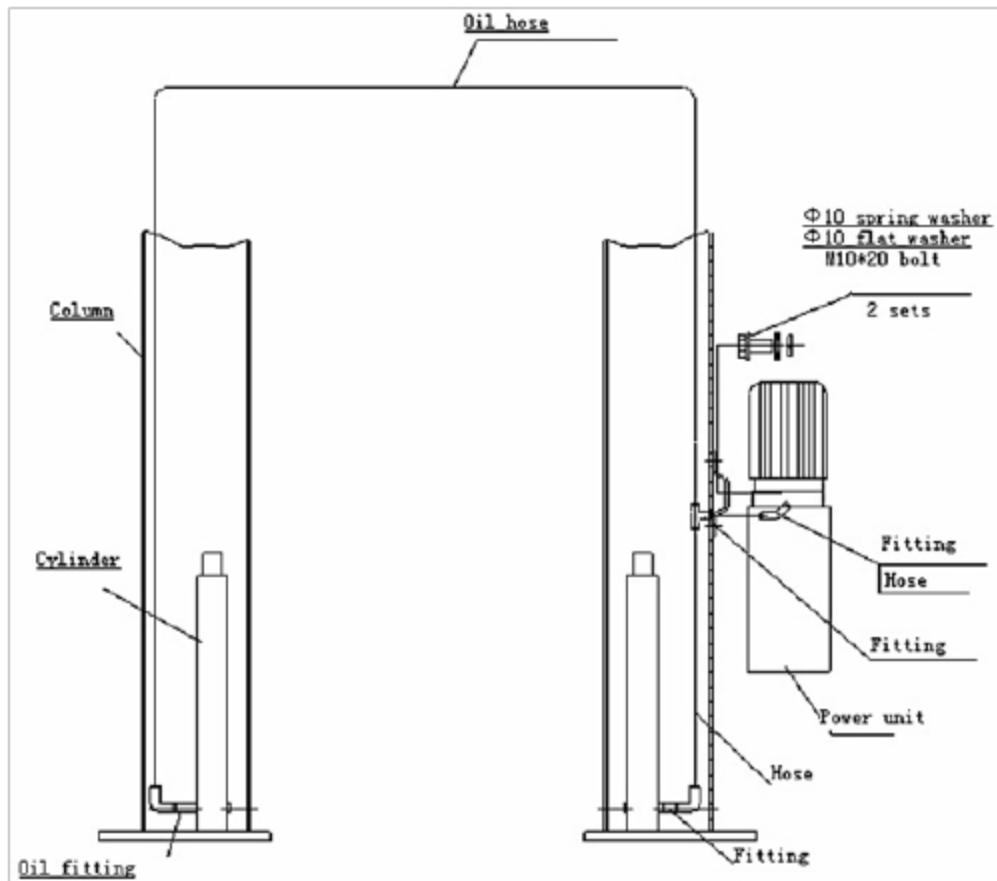
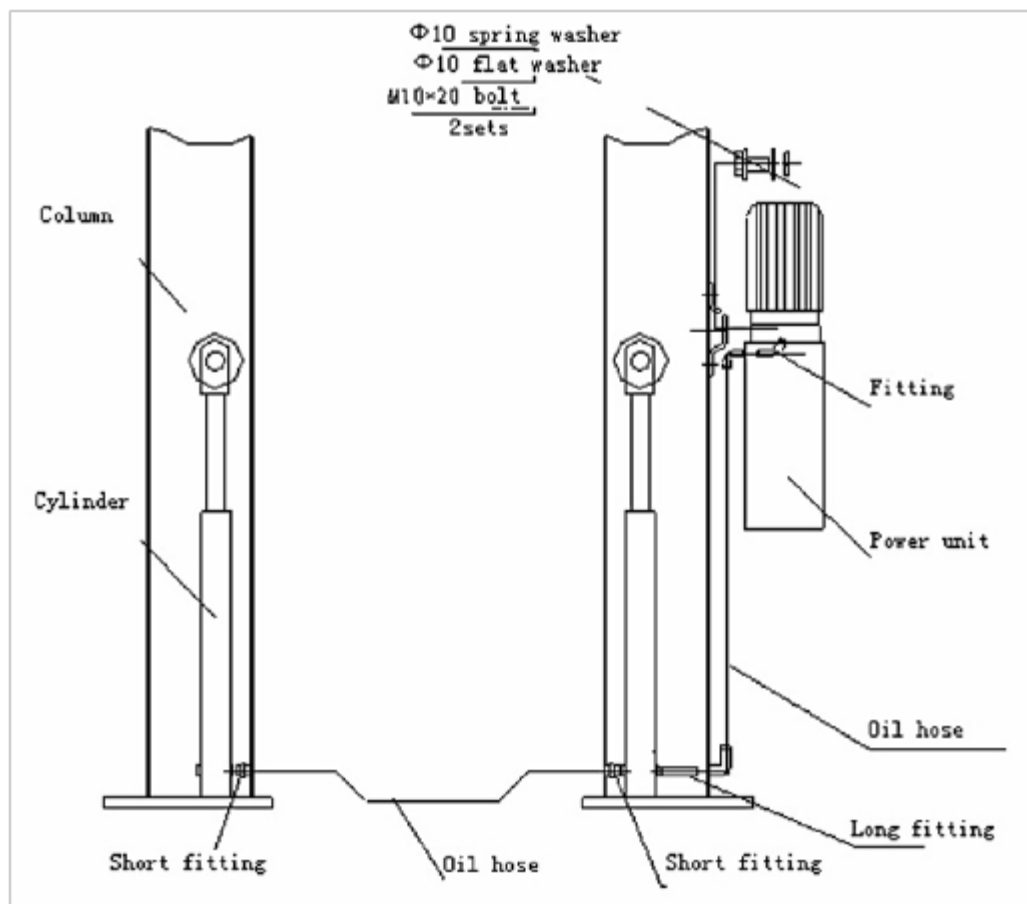

Bild 13a
Bild 13b
- Använd två M10-bultar och brickor för att fästa strömenheten (som visas på bild 13a, 13b). För tvåpelarlyft med fritt golv installerar du hydraulledningar som visas på bild 13a , för tvåpelarlyftar installerar du hydraulledningen som visas på bild 13b och skruvar ut kopplingar för att förhindra oljeläckage.